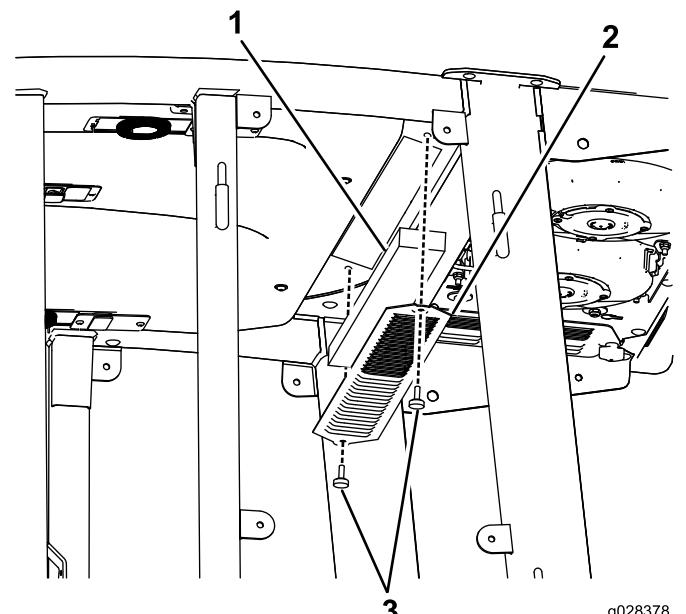

Bild 106
3. Nehmen Sie die 22 Schrauben ab, mit denen das Dach befestigt ist, um das Kabinendach von der Kabine abzunehmen (Bild 106).
4. Entfernen Sie die Luftfilter (Bild 106).
5. Entfernen und reinigen Sie die Klimaanlagenschlangen (Bild 106).